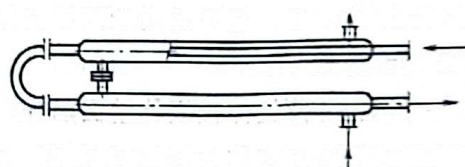

图 4-16 套管式换热器
(2) 套管式换热器 如图 4-16 所示,由两种直径大小不同的直管焊成的同心圆套管组成,内管的表面积可视为传热面积。